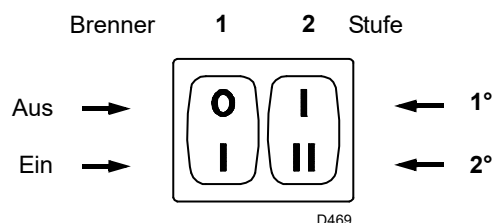

Abb. 19
- Den Brenner durch Schließen der Fernsteuerungen und mit Schalter 1)(Abb. 19) auf "EIN" starten. Der Pumpendreh-sinn muß der Pfeilangabe auf dem Dekkel entsprechen.
- Die Pumpe ist gefüllt, wenn aus der Schraube 4) oder 8) Heizöl heraustritt. Den Brenner stoppen: Schalter 1)(Abb. 19), auf "AUS" und die Schraube 4) oder 8) aufschrauben.